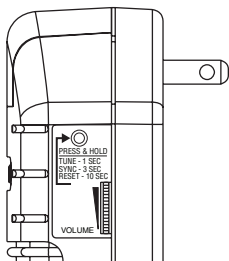

Figura 2
4. **Ajuste el control del volumen al volumen deseado** (vea la Figura 2).